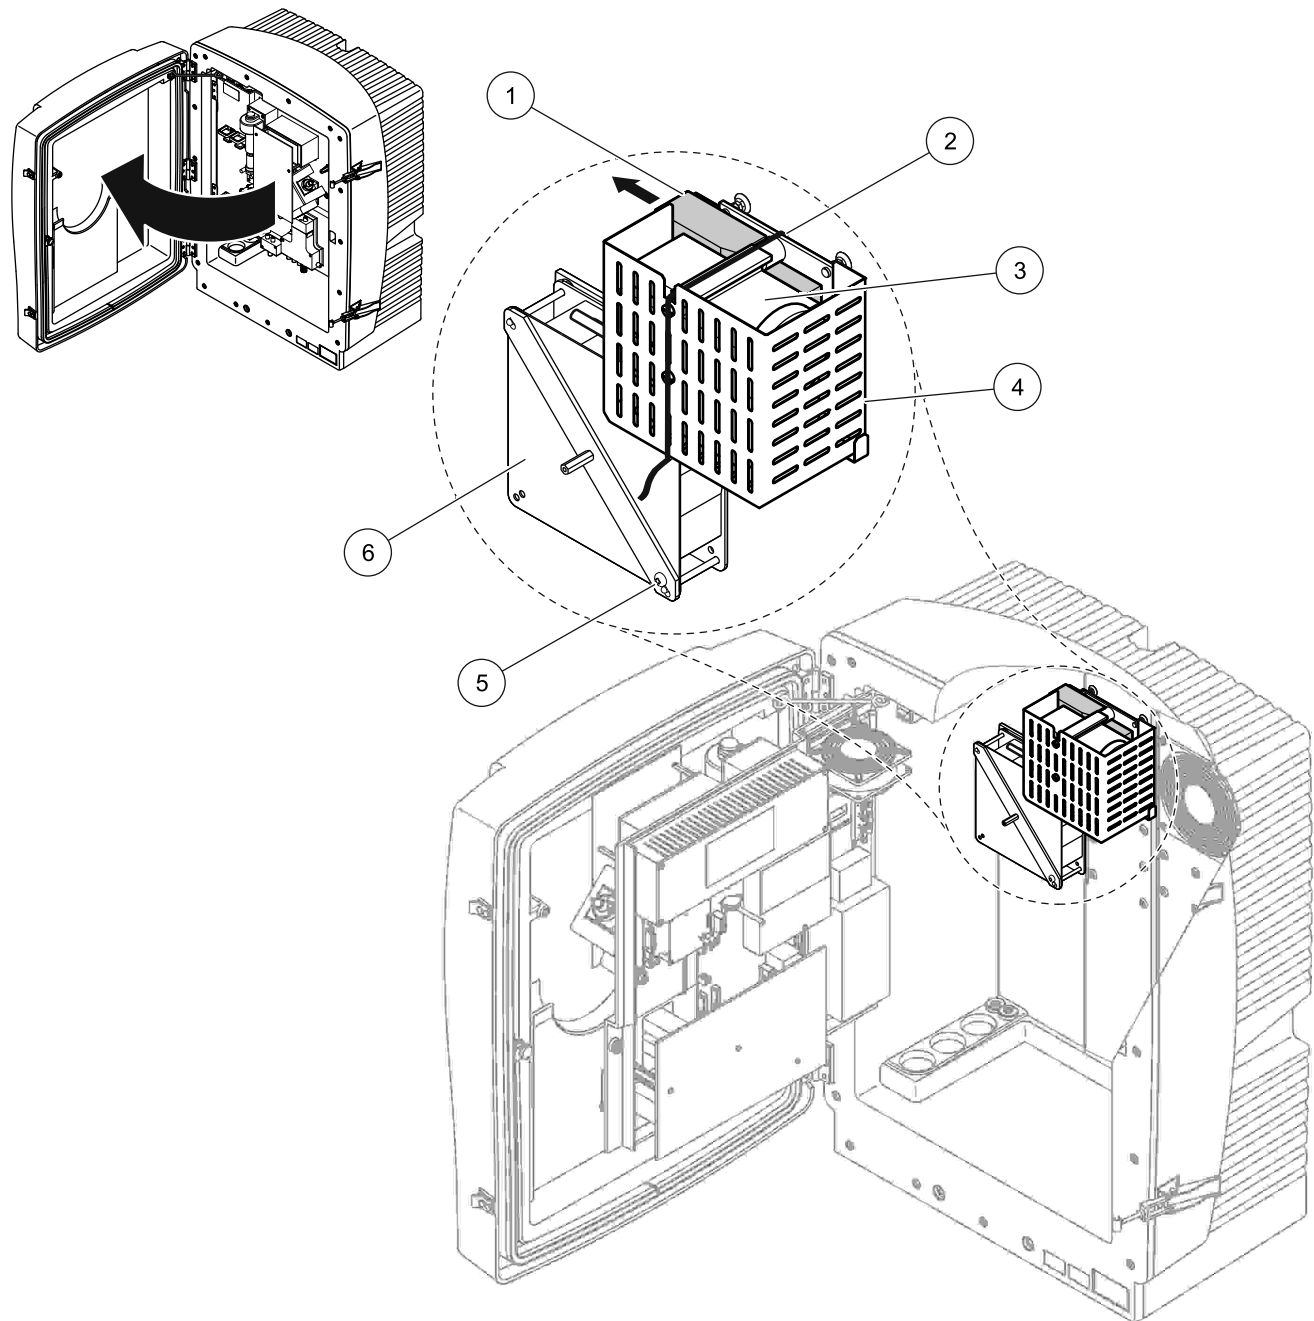

Figura 10 Remoção da trava para transporte do compressor¹
3. Remova o lacre para cabo e retire para a esquerda a trava para transporte do compressor (Figura 10 na página 20).